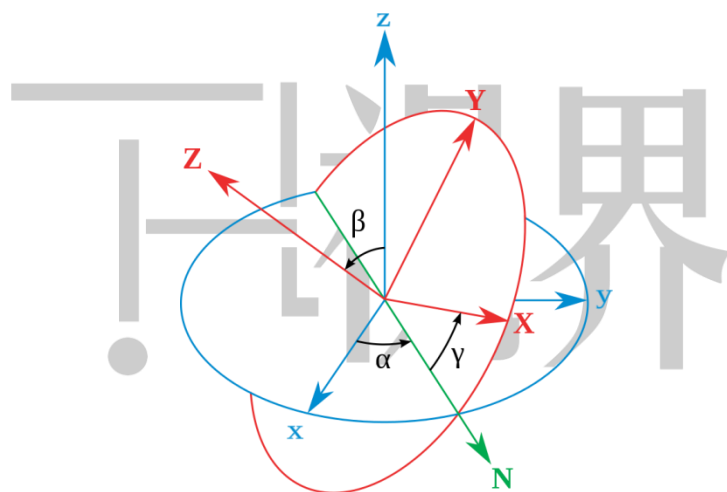

图 5-5 蓝色 XYZ 坐标系旋转到红色 XYZ 坐标系
如下图 5-5 所示，我们要将蓝色坐标系 XYZ 旋转到红色坐标系 XYZ，先绕 z 旋转 α 角度，此时之前的 x 变为现在的 N，那么我们现在开始绕着新的 x (N) 旋转 β 角，此时蓝色的 z 转动到了红色的 Z。然后此时坐标轴再绕着 Z 旋转 γ 角，绿色 N 的位置 x 就转动到了红色 X 的位置。即可得到图中红色 XYZ 位置的图形。